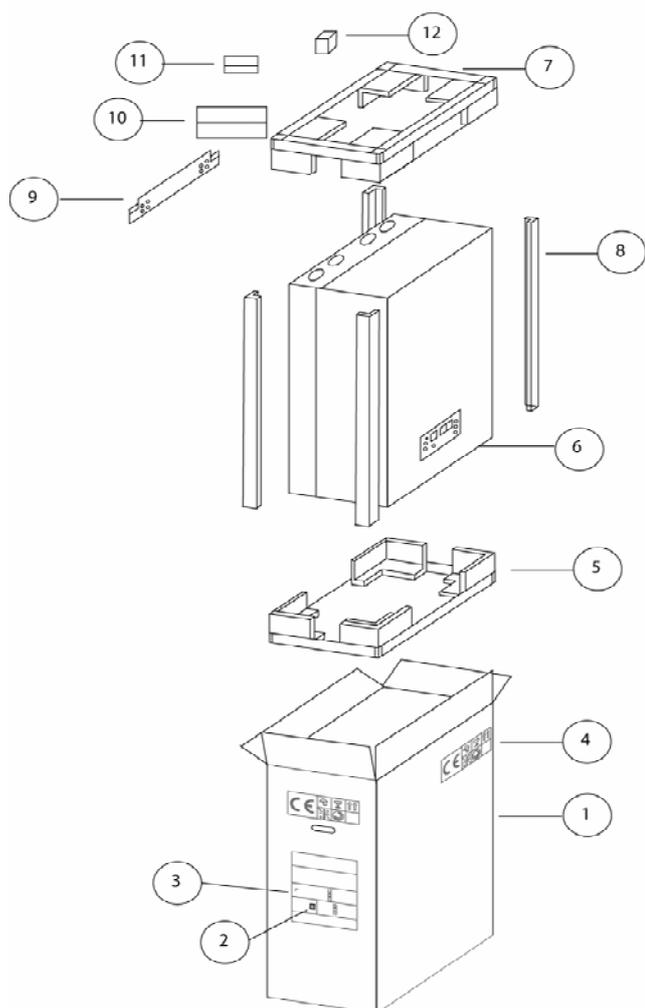
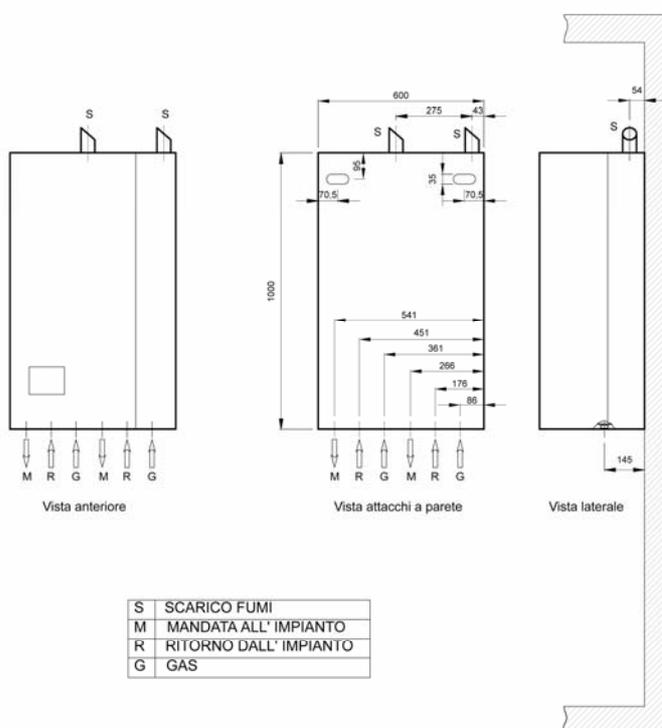

Figura 4: imballo della Futura 38/75
Figura 6: posizionamento a parete della caldaia.
La caldaia deve essere fissata su una solida parete in muratura mediante i ganci forniti con l'apparecchio che troverete all'interno dell'imballo. La posizione dei ganci per un esatto posizionamento della caldaia può essere determinata utilizzando la staffa metallica presente nell'imballo (vedi Figura 4). Più in particolare, utilizzare i 4 tasselli in dotazione (2 per lato) per fissare la piastra di aggancio della caldaia alla parete (vedi Figura 6). La caldaia presenta posteriormente le asole in cui far passare i ganci presenti sulla piastra. L'altezza della caldaia va scelta in modo da rendere la sua parte superiore non raggiungibile con le mani.
Nella Figura 6 a pagina 7 sono riportate le posizioni relative degli allacci idraulici e tipologia degli stessi nel caso di una Futura 75. Le misure degli attacchi sono le seguenti:
- Gas** 3/4" (G in **Figura 6**)
- Mandata** 1" (M in **Figura 6**)
- Ritorno** 1" (R in **Figura 6**)